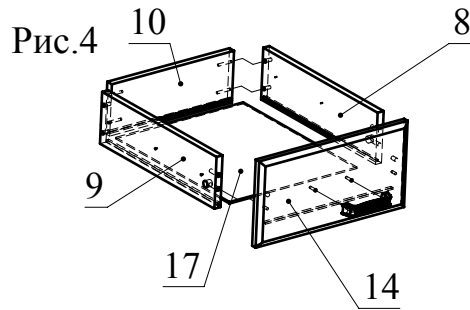
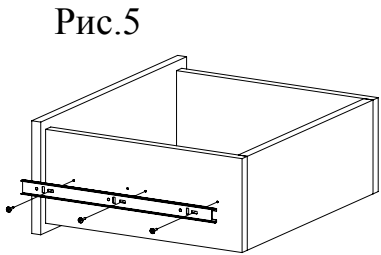

Рис.4
Рис.5
2. Соедините детали 10 и 8,9 с помощью конфирматов, вставьте детали 17 в пазы деталей 8, 9 и 10. С помощью минификс соедините детали 8,9 и 14 (Рис.4). С помощью шурупов 3,5x16 прикрепите узкие телескопы по разметке на детали 10,9 (Рис.5).